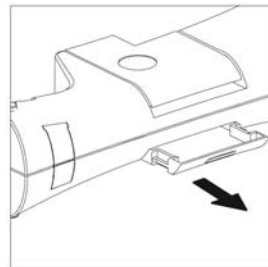

Fig. 10
- 3 Après l'opération, retirez le tiroir à chutes et videz-le (Fig. 10).